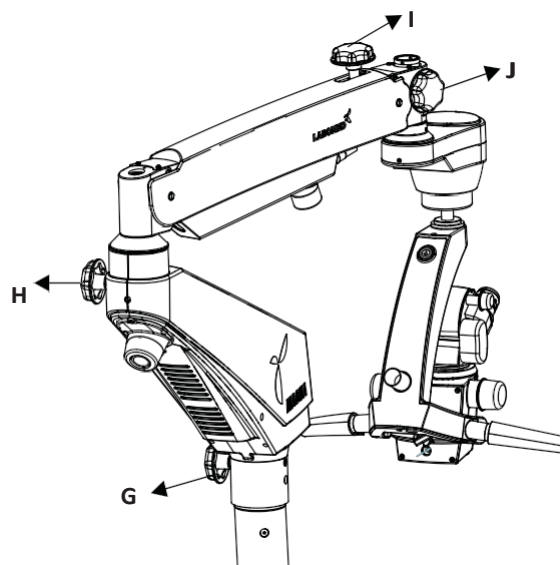

Fig. 17
Este pomo, indicado con la letra (G), bloquea el movimiento del brazo giratorio en la posición deseada girándolo en el sentido de las agujas del reloj, tal y como se muestra en la fig. 17.
Este mando, indicado con la letra (H), bloquea el movimiento del brazo de suspensión en la posición deseada girándolo en sentido horario, tal y como se muestra en la fig. 17.
Este mando, indicado con la letra (I), bloquea el movimiento hacia arriba o hacia abajo del brazo de suspensión a la altura deseada girándolo en el sentido de las agujas del reloj tal y como se muestra en la fig. 17.
tal y como se muestra en la fig. 17.
Este mando, indicado con la letra (J), bloquea la rotación del brazo de equilibrio automático (ABA) en la posición deseada girándolo en sentido horario, tal y como se muestra en la fig. 17.